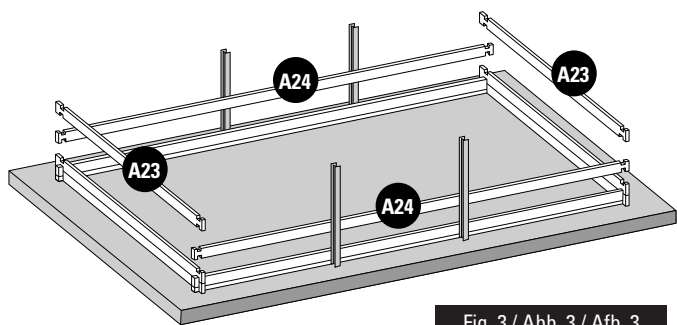

Fig. 3 / Abb. 3 / Afb. 3
- EN** **2nd LAYER OF BOARDS:** • Install the second layer of boards as shown in figure 3. • There is a wooden wedge in the structure packet to correctly assemble the boards. • Never directly hit against the boards. Do not hit them with anything metallic. This would inevitably damage the wood. • Try to correctly assemble the boards right from the start. There should not be any space between each layer of boards to avoid maladjustment of the higher boards.
- FR** **2ÈME RANGÉE DE MADRIERS :** • Positionnez les madriers de la deuxième rangée conformément à la figure 3. • De manière à emboîter correctement les madriers, une cale en bois est à votre disposition dans le colis de structure. • Ne pas taper directement sur les madriers. • Ne pas frapper avec une pièce métallique. Cela détériorerait le madrier irrémédiablement. • Veillez à emboîter bien à fond les madriers dès le départ. Il ne doit pas y avoir d'espace entre chaque rangée pour éviter un décalage au niveau des madriers supérieurs.
- DE** **2. BRETTERREIHE:** • Platzieren Sie die Bretter der zweiten Reihe laut Abb. 3. • Um die Bretter richtig anbringen zu können, finden Sie einen Holzkeil im Paket des Tragwerks. • Nicht direkt auf die Bretter klopfen. • Nicht mit einem Metallteil darauf klopfen. Es würde das Holz unabänderlich beschädigen. • Versuchen Sie, die Bretter von Anfang an tiefgehend ineinander zu fügen. Zwischen den Reihen darf kein Platz sein, um eine Fehlanpassung der oberen Bretter zu vermeiden.
- NL** **2ª RIJ PLANKEN:** • Plaats de planken van de tweede rij zoals aangegeven op afbeelding 3. • Om de planken correct te assembleren, zit er een houten wig in het pakket van het frame. • Sla niet direct op de planken. • Sla er niet direct op met metaal. Hierdoor raakt het hout onherstelbaar beschadigd. • Zorg ervoor dat de planken vanaf het begin stevig op elkaar aansluiten. Er mag geen ruimte tussen de rijen overblijven, om te voorkomen dat de bovenste houtdelen onregelmatig uitkomen.
- EN 3rd LAYER OF BOARDS:** Install the third layer of boards as shown in figure 3. The position of the refilling fitting with the key and the skimmer should be defined at the start of the assembly (read the specific paragraphs).
- FR 3ÈME RANGÉE MADRIERS :** Positionnez les madriers de la 3ème rangée conformément à la figure 3. Vous devez avoir déterminé l'emplacement de la buse de refoulement et du skimmer dès le début du montage (voir paragraphes spécifiques).
- DE 3. BRETTERREIH:** Platzieren Sie die Bretter der dritten Reihe laut Abb. 3. Zu Beginn der Montage müssen Sie die Lage des Druckventils und des Skimmers festlegen (lesen Sie hierzu die entsprechenden Abschnitte).
- NL 3ª RIJ PLANKEN:** Plaats de planken van de derde rij zoals te zien is op afbeelding 3. U moet al bij aanvang van de montage bepalen op welke plaats het uitstroommondstuk en de skimmer moet komen (less de betreffende paragrafen).